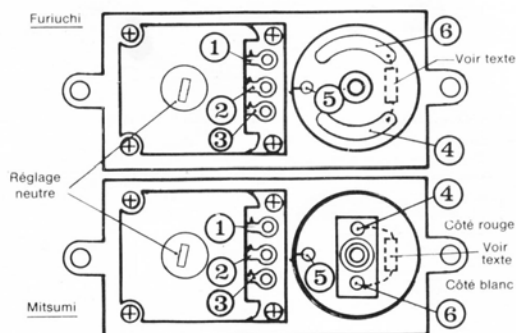

Fig. 8. - Branchements à effectuer : cas des moteurs Furiuchi et Mitsumi.
**Attention :** le branchement du moteur doit être respecté (moteur Furiuchi représenté fig. 8), dans le cas d'un moteur Mitsumi, il est nécessaire d'inverser les fils (1) et (2), (voir également fig. 8). Ne pas omettre la soudure du fil (1) à la cosse de masse du moteur.